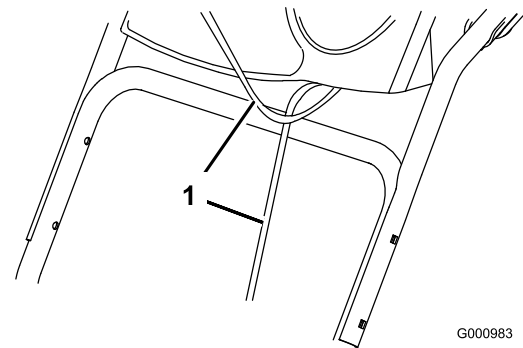

Figura 3
1. Sollevate il gruppo stegola superiore, giratelo e posizionate sopra la stegola inferiore (Figura 3).